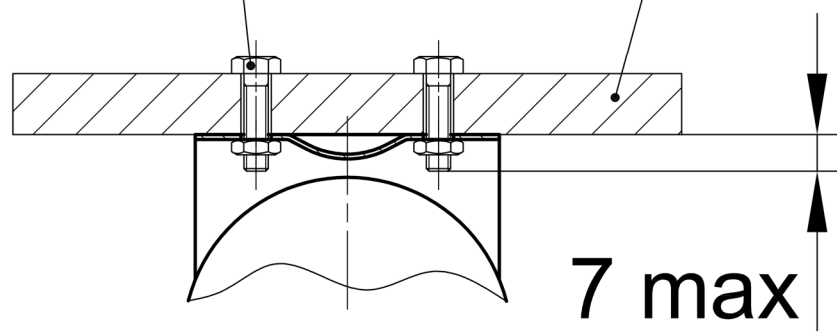

Рис. 2.2 ОСП с держателем ж/д.
- ж/д - для подвижного состава железной дороги, см. рис. 2.2;
6.4 ОСП с держателем ж/д монтируется на защищаемом объекте при помощи болтов, винтов или резьбовых шпилек. Координаты крепежных отверстий держателя и рекомендация по установке крепежа см. рис. 2.2;